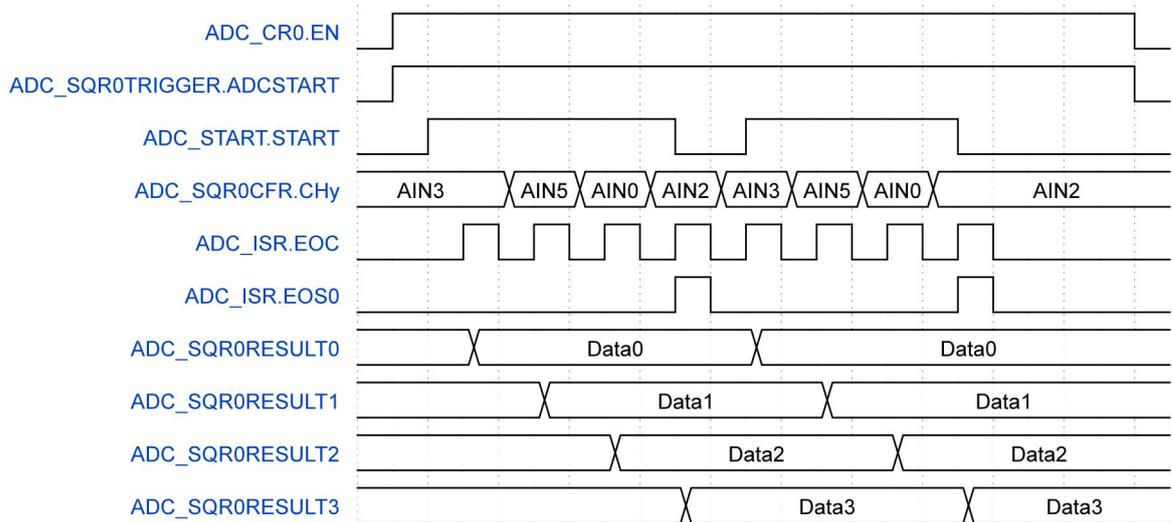

图19-3 序列扫描转换时序图
6. 配置 ADC\_SQRxCFR.ENS，选择序列待转换的通道数量，如图 19-3 序列扫描转换时序图所示，设置 ADC\_SQRxCFR.ENS 为 3，序列转换通道为 CH0~CH3；
7. 配置 ADC\_SQRxCFR.CH0，选择序列通道 0 待转换源，如图 19-3 序列扫描转换时序图所示，设置 ADC\_SQRxCFR.SQRCH0 为 3，通道 0 的待转换源为 ADC\_IN3；
8. 配置 ADC\_SQRxCFR.CH1，选择序列通道 1 待转换源，如图 19-3 序列扫描转换时序图所示，设置 ADC\_SQRxCFR.CH1 为 5，通道 1 的待转换源为 ADC\_IN5；
9. 配置 ADC\_SQRxCFR.CH2, 选择序列通道 2 待转换源, 如图 19-3 序列扫描转换时序图所示, 设置 ADC\_SQRxCFR.CH2 为 0, 通道 2 的待转换源为 ADC\_IN0;
10. 配置 ADC\_SQRxCFR.CH3, 选择序列通道 3 待转换源, 如图 19-3 序列扫描转换时序图所示, 设置 ADC\_SQRxCFR.CH3 为 2, 通道 3 的待转换源为 ADC\_IN2;